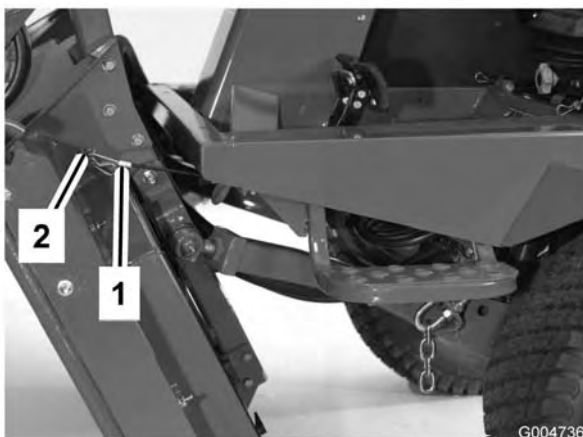

Figura 85
6. Sujutando la unidad de corte en posición vertical, coloque el extremo del cable sobre el pasador del brazo de elevación de la unidad de corte y fíjelo con el pasador de horquilla (Figura 85).